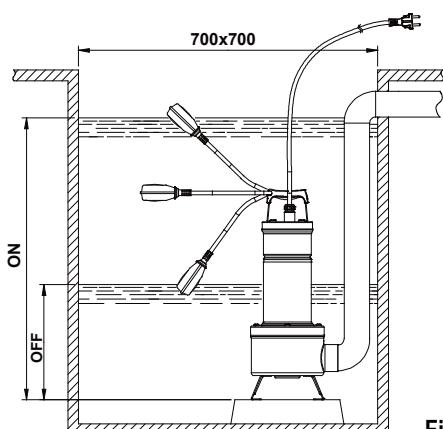
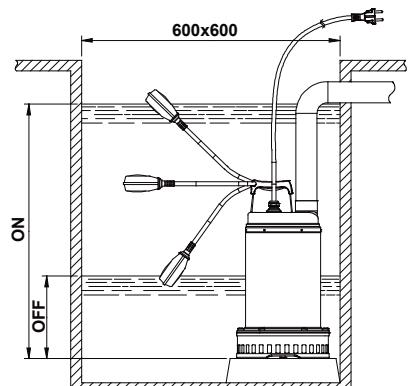

Fig.1
Fig.3
- 4.1 Si le fond du puits où la pompe doit fonctionner est particulièrement sale, il est bon de prévoir un support pour poser la pompe afin d'éviter que la crêpine d'aspiration se bouche (Fig.1, Fig.3)
- 4.4 Pour la version munie d'interrupteur à flotteur, contrôler que celui-ci peut bouger librement (VOIR PARAGRAPHE REGLAGE INTERRUPTEUR A FLOTTEUR). Prévoir des puisards ayant les **dimensions minimum** indiquées dans la Fig.1. Le puisard devra toujours être dimensionné également en fonction de la quantité d'eau en arrivée et du débit de la pompe de manière à ne pas soumettre le moteur à un nombre excessif de démarrages.
2. Pour la version munie d'interrupteur à flotteur, contrôler que celui-ci peut bouger librement (VOIR PARAGRAPHE REGLAGE INTERRUPTEUR A FLOTTEUR). Prévoir des puisards ayant les **dimensions minimum** indiquées dans la Fig.3. Le puisard devra toujours être dimensionné également en fonction de la quantité d'eau en arrivée et du débit de la pompe de manière à ne pas soumettre le moteur à un nombre excessif de démarrages.